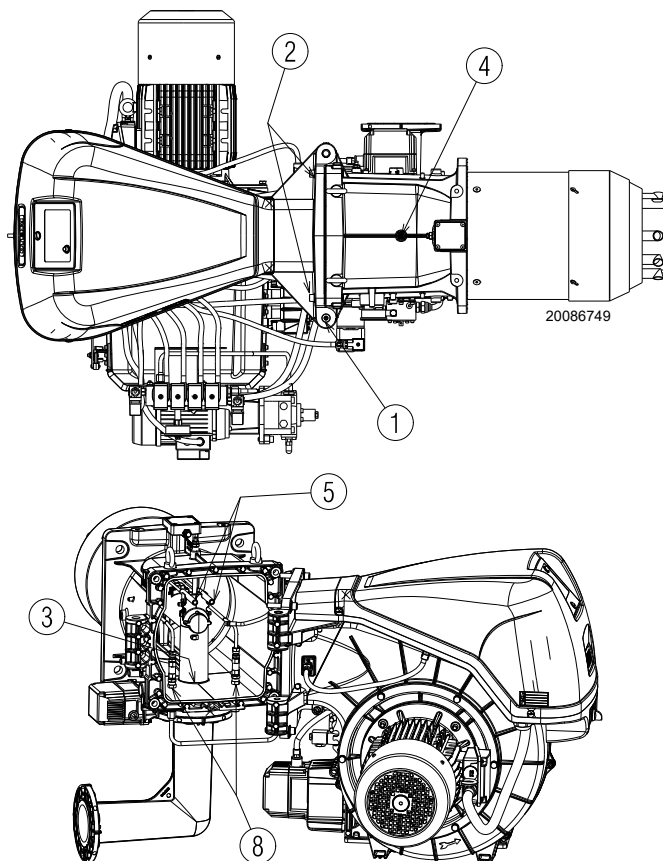

Рис. 17
Горелка поставляется с завода с открытием в правую сторону, следовательно, штифт 1)(Рис. 17) остается на месте.
- C** Полностью откройте горелку, как показано на Рис. 17.
Чтобы открыть горелку с противоположной стороны, перед извлечением штифта 1)(Рис. 17) проверьте, чтобы 4 винта 2) были затянутыми. Затем переместите штифт 1) на противоположную сторону, только после этого можно выкрутить винты 2). Отсоедините разъем 9)(Рис. 17) реле максимального давления газа, а затем поступайте, как описано выше в пункте С).